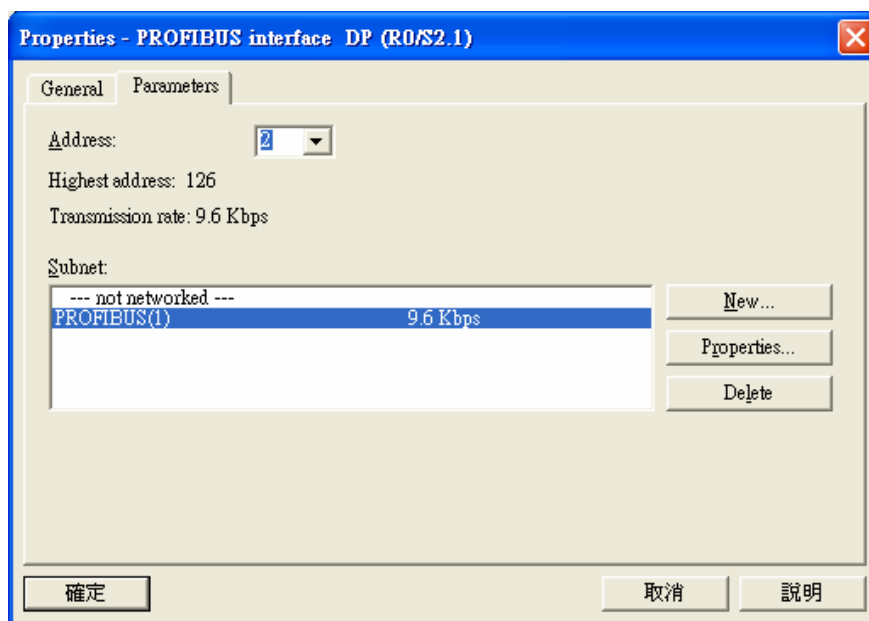

图 10-14
- 在图 10-14 所示的对话框中对 PROFIBUS DP 总线通讯速率及主站地址进行确认，确认无误后点击『确定』按钮。